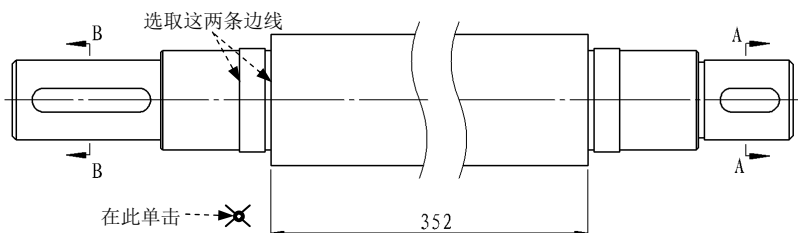

图 6.15.8 选取标注的尺寸边线
(1) 选择下拉菜单 **工具(T)** $\rightarrow$ **尺寸(S)** $\rightarrow$ **智能尺寸(S)** 命令, 系统弹出“尺寸”对话框。
(2) 选取要标注的边线。选取图 6.15.8 所示的两条边线。
(3) 放置尺寸。在图 6.15.8 所示的位置单击放置尺寸。